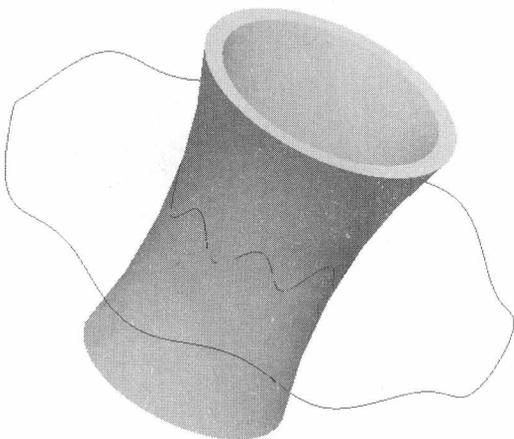

图1-12
- (5) 单击鼠标中键完成投影操作，如图 1-12 所示。